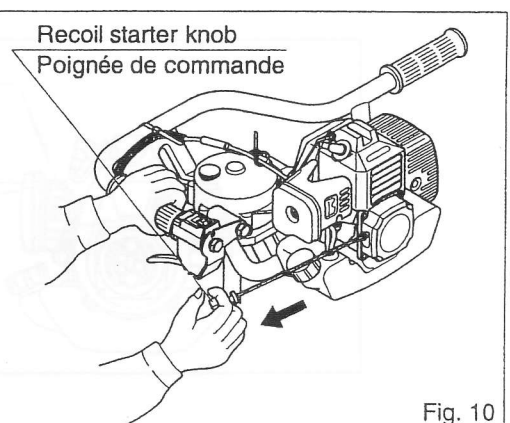

Fig. 10
- (6) Grasp the recoil starter knob and pull it rapidly. (Fig. 10)
- (7) After starting, watch the engine condition and move the choke lever slowly to the full open position (  mark side). When the explosion sound is heard, move the choke lever to the full open position and again pull the starter knob rapidly.
- (8) Once the engine has been started up, gently squeeze the throttle lever again and then release your grip. The engine will idle.
- (6) Prenez la poignée de mise en marche et tirez-la avec force. (Fig. 10)
- (7) Après le démarrage, remplacez provisoirement le starter en position totalement ouverte (  face marquée) suivant la marche du moteur. Si vous entendez l'explosion mais que le moteur ne démarre pas, placez le levier du starter en position totalement ouverte et tirez à nouveau la poignée avec force.
- (8) Dès que le moteur a démarré, presser à nouveau doucement le levier de commande des gaz et relâcher ensuite la poignée. Le moteur tourne au ralenti.